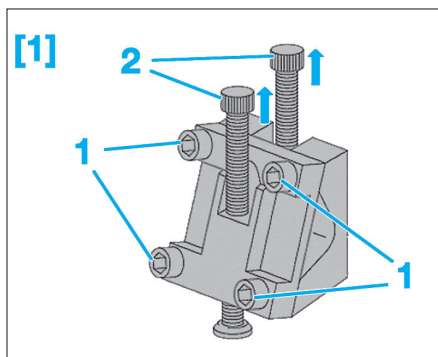

Fig. 12
- Déposer les 4 vis (1) de l'outil [1] (Fig.12).
- Dévisser de quelques tours les tiges filetées (2).